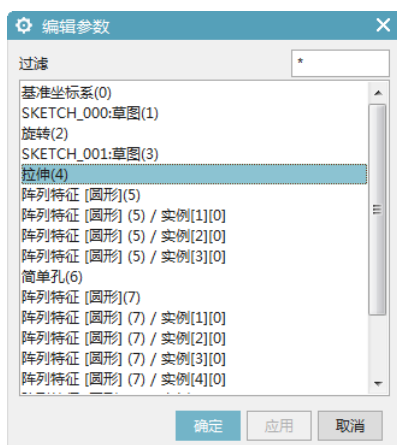
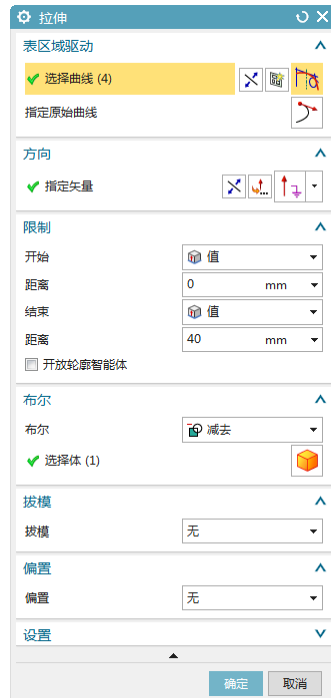

图 1-38 “编辑参数”对话框
图 1-39 “拉伸”对话框
2. 选择“菜单”→“编辑”→“特征”→“编辑参数”命令或单击“主页”功能区“编辑特征”组中的“编辑特征参数”按钮, 打开如图 1-38 所示的“编辑参数”对话框, 选择拉伸(4), 单击“确定”按钮。打开如图 1-39 所示的“拉伸”对话框, 将结束距离改为 40, 单击“确定”按钮。
3. 返回到如图 1-38 所示的“编辑参数”对话框，选择阵列特征“圆形”（5），单击“确定”按钮，打开如图 1-40 所示的“阵列特征”对话框，修改数量和节距角为 6，60，连续单击“确定”按钮，完成特征参数的修改，如图 1-41 所示。